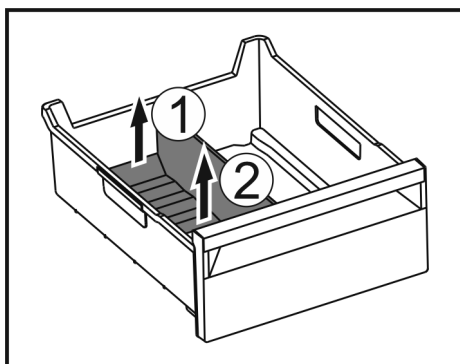

Fig. 159
- Hinteren Teil des Eisfach-Trenners anheben. Fig. 159 (1)
- Eisfach-Trenner nach oben entnehmen. Fig. 159 (2)